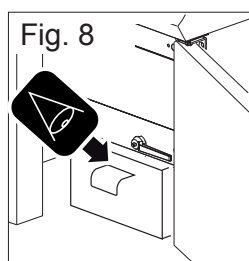

Fig. 8
1. Posicionar um recipiente (adequado para o tipo e capacidade) embaixo da comporta de descarga (Fig. 8).